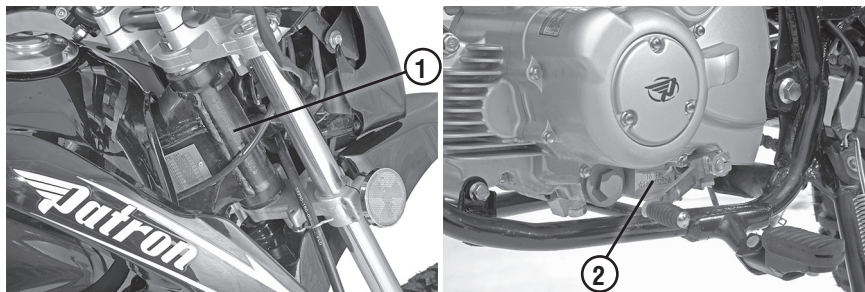

Рис. 1. Расположение номеров двигателя и рамы
(рис. 1, поз. 1) и двигателя (рис. 1 поз. 2) на мотоцикле с занесенными в раздел 6 (информация об изделии), 7 (отметка о предпродажной подготовке) и 8 (акт передачи товара) «Сервисной книжки» с указанием даты продажи и названия организаций, проводивших предпродажную подготовку и продажу.
2. Соответствие номеров рамы (рис. 1, поз. 1) и двигателя (рис. 1 поз. 2) на мотоцикле с занесенными в раздел 6 (информация об изделии) «Сервисной книжки». Идентификационный номер мотоцикла отштампован на правой стороне рулевой колонки; серийный номер двигателя отштампован на левой стороне нижней части картера двигателя.